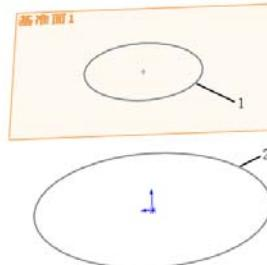
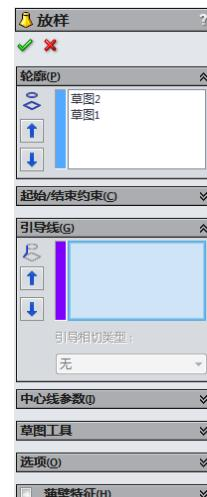

图 3-51 等轴测视图
图 3-52 “放样”属性管理器
**07** 设置视图方向。单击“标准视图”工具栏中的“等轴测”图标 $\textcircled{5}$ ，将视图以等轴测方向显示，结果如图 3-51 所示。
**09** 设置属性管理器。此时系统弹出如图 3-52 所示的“放样”属性管理器。在“轮廓”一栏中，单击依次选择图 3-51 中圆 1 和圆 2，按照图示进行设置。